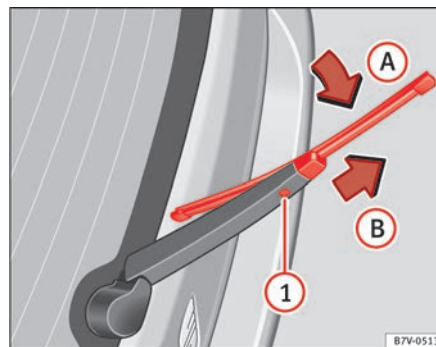

Fig. 159 Cambio de la escobilla de la luneta.
- Pliegue la escobilla por arriba hacia el brazo del limpiaparabrisas ⇒ fig. 159 (flecha ①).
• Mantenga presionada la tecla de desbloqueo ① y tire al mismo tiempo de la escobilla en el sentido que indica la flecha ②. Es probable que tenga que emplear mucha fuerza.
• Inserte en el brazo limpiaparabrisas una escobilla nueva **de la misma longitud y tipo**, en sentido contrario a la flecha ② hasta que encastre. Para ello, la escobilla debe estar en posición recogida (flecha ①).